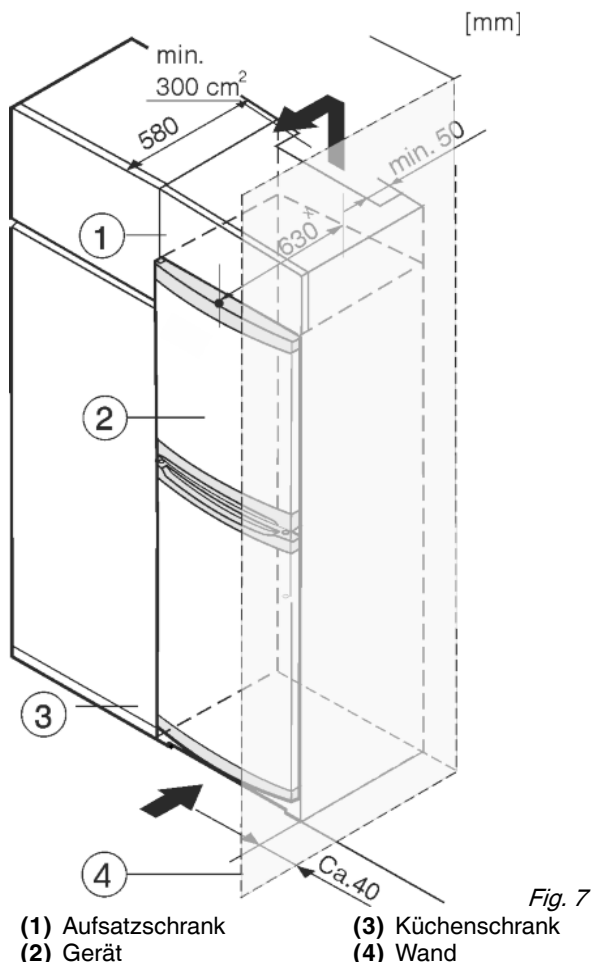

Fig. 7
Das Gerät kann mit Küchenschränken umbaut werden. Um das Gerät *Fig. 7 (2)* der Küchenzeilenhöhe anzugleichen, kann über dem Gerät ein Aufsatzschrank *Fig. 7 (1)* angebracht werden.
Beim Umbau mit Küchenschränken (Tiefe max. 580 mm) kann das Gerät direkt neben dem Küchenschrank *Fig. 7 (3)* aufgestellt werden. Das Gerät steht seitlich 34 mmx und in der Gerätemitte 50 mmx gegenüber der Küchenschrankfront vor.
Wenn das Gerät mit den Scharnieren neben einer Wand *Fig. 7 (4)* aufgestellt wird, muss der Abstand zwischen Gerät und Wand mindestens 40 mm betragen. Dies entspricht dem Griffüberstand bei geöffneter Tür.